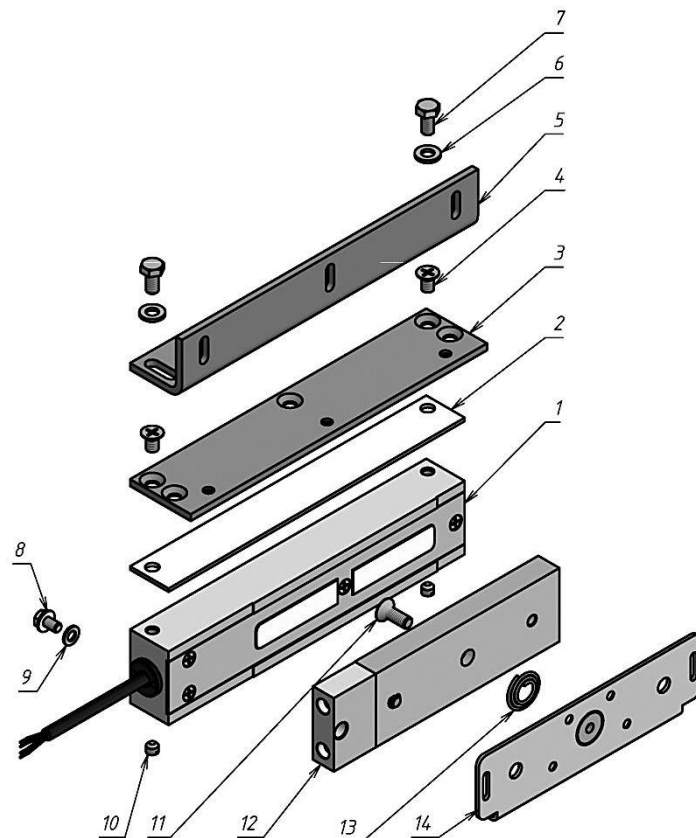
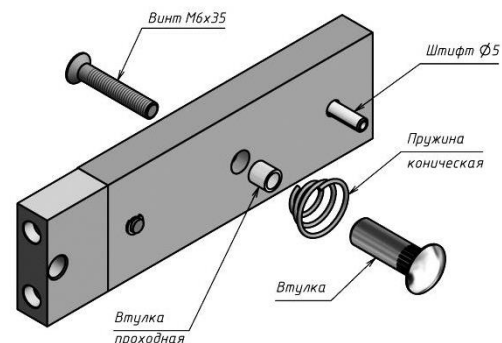

Рисунок 1 – Комплект поставки
Рисунок 2 - Комплект крепления якоря
4.1 В комплект поставки замка входят (рисунок 1):
- корпус (1).....	1 шт.
- планка (2).....	1 шт.
- пластина монтажная (3).....	1 шт.
- винт М6х10 потайн. (4).....	2 шт.
- угольник (5).....	1 шт.
- шайба 6 (6).....	2 шт.
- болт М6х12 (7).....	2 шт.
- винт заземления М5х8 (8).....	1 шт.
- шайба 5 (латунь) (9).....	2 шт.
- винт М6х6 уст. (нерж.) (10).....	2 шт.
- винт М6х16 (потайн.) под ключ S4 (11).....	1 шт.
- якорь (12).....	1 шт.
- пружина коническая (13) (из комплекта крепления якоря).....	1 шт.
- пластина крепления якоря (14).....	1 шт.
- комплект крепления якоря (рисунок 2).....	1 шт.
Замок состоит из корпусной части и якорной части (рисунок 1). Для обеспечения эксплуатационных характеристик рабочие поверхности корпуса и якоря должны быть совмещены и плотно прилегать друг к другу при закрывании двери.
Корпус замка может крепиться при помощи угольника (5) или через монтажную пластину (3) (рисунок 1). Если позволяет конструкция места монтажа, допускается крепление непосредственно через крепежные отверстия в корпусе замка (резьба М6), длина винтов в этом случае определяется по месту, при этом в тело корпуса винты должны входить не более чем на 8мм.
- с помощью комплекта крепления якоря с отверстиями в двери для винта крепления якоря и фиксирующего штифта (рисунок 2);
- без отверстий в двери, с помощью монтажной пластины крепления якоря (12) (рисунок 1).